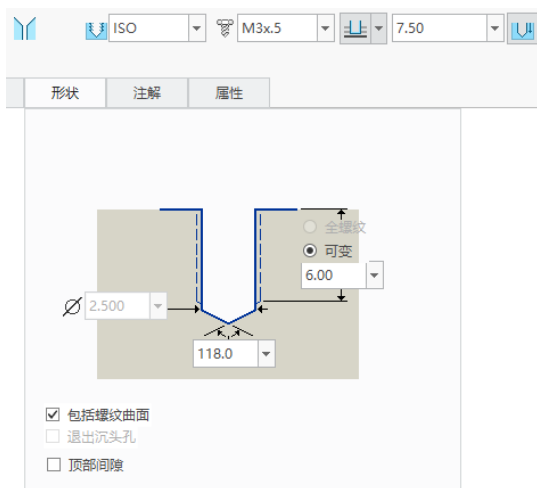
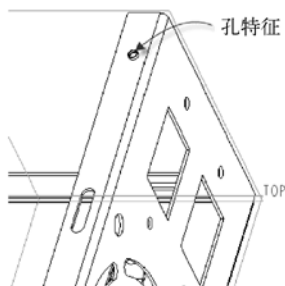

图 6-114 设置孔的形状尺寸
图 6-115 创建一个孔特征
(5) 打开“形状”面板，设置孔的形状尺寸如图 6-114 所示（本例可接受默认的形状尺寸）。
(6) 打开“注解”面板，取消勾选“添加注解”复选框。
(7) 在“孔”选项卡中单击 （完成）按钮，完成创建的一个标准螺纹孔（“孔 1”特征）如图 6-115 所示。